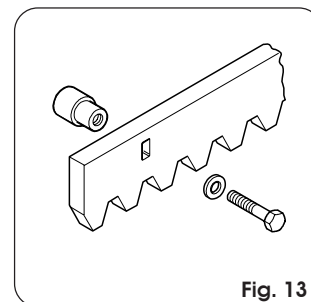

Fig. 13
4.8.1. Cremallera de acero para soldar (Fig. 13)